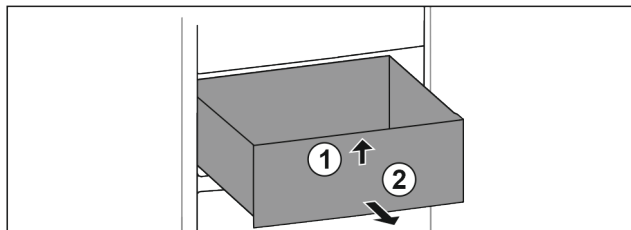

Fig. 56
► Повдигнете чекмеджето отпред. Fig. 56 (1)
► Извадете чекмеджето напред. Fig. 56 (2)